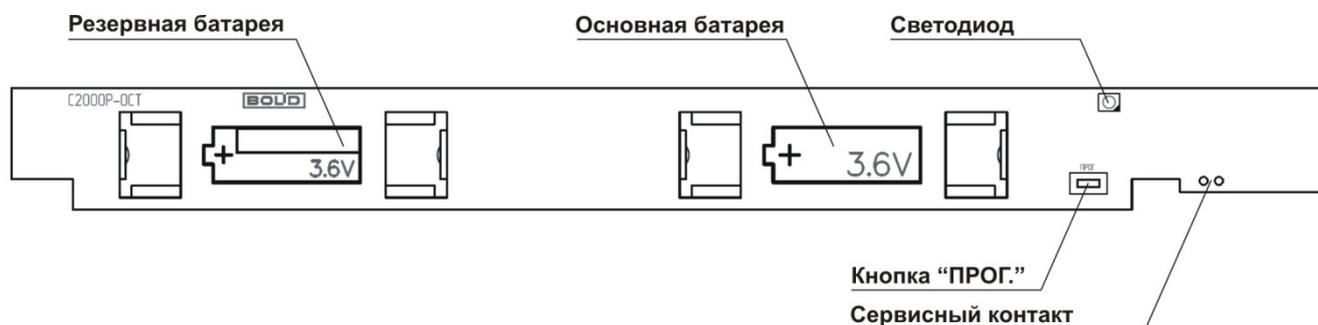

Рисунок 2.2 Расположение элементов на плате
На плате оповещателя располагаются элементы питания и органы управления прибором (см. Рисунок 2.2):
- Нажать кнопку «Прог.» на плате оповещателя (см. Рисунок 2.2) на время более 3 секунд.
Тест качества связи запускается посредством короткого нажатия на кнопку «Прог.» на плате прибора (см. Рисунок 2.2). Запуск процедуры может занимать до 2 секунд, при этом прибор осуществляет анализ радиозэфира и регистрацию на оптимальном ПКП или ретрансляторе.
- Отключите все источники питания и нажмите кнопку «Прог.» на плате устройства (см. Рисунок 2.2) до полной разрядки конденсаторов (5-10 с).
- Подайте питание при замкнутом Сервисном контакте (см. Рисунок 2.2).